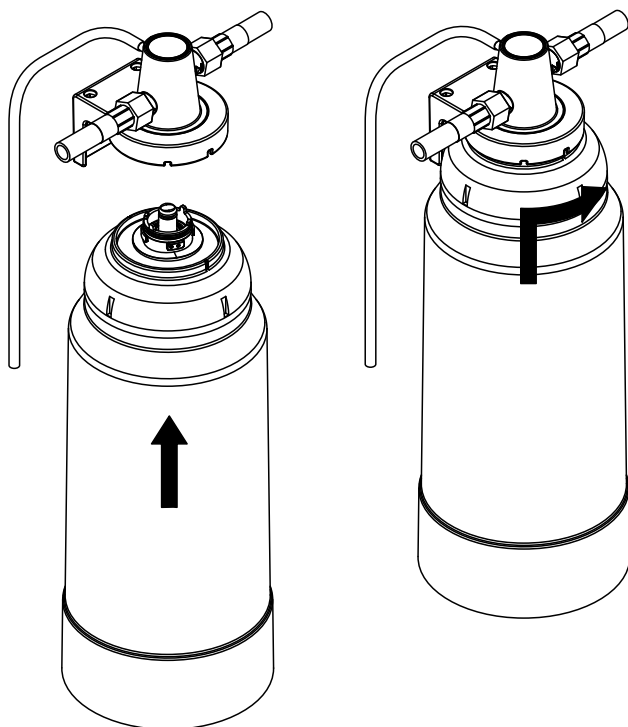

Fig. 15: Monter une nouvelle cartouche
9. Tournez la cartouche dans le sens inverse d'une légère pression vers le haut dans le sens de la flèche comme illustré dans *Fig. 15*, jusqu'à ce que la fermeture à baïonnette soit fermée (env. 45°).